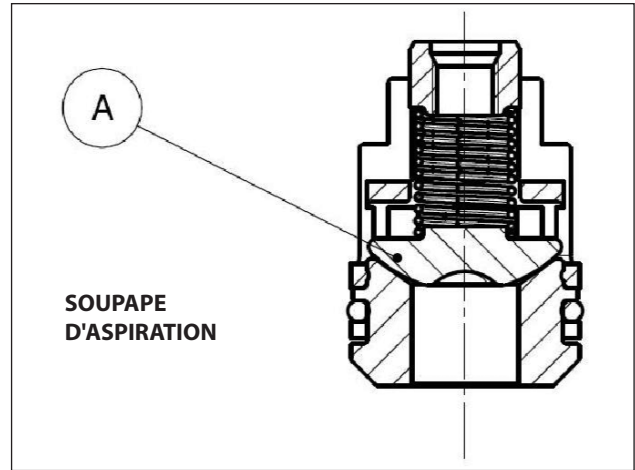
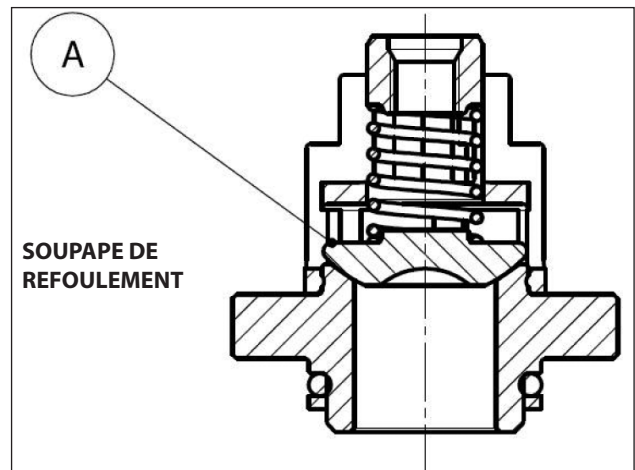

Fig. 26
Fig. 27
2. Pour la version HF18, faire également attention à ne pas inverser les soupapes sphériques d'aspiration avec celle de refoulement « A » (Fig. 26, Fig. 27), rep. vue éclatée 46, en suivant les explications figurant au chapitre 16 du *Manuel d'utilisation et entretien*.